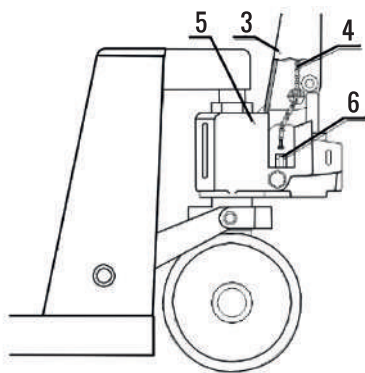
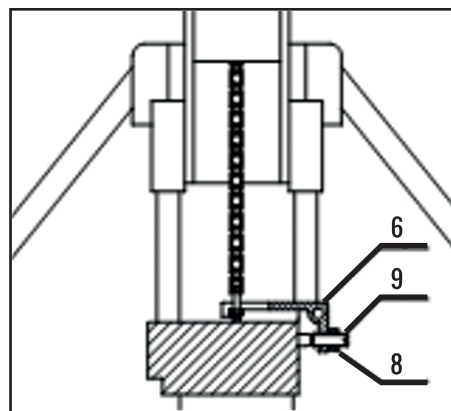

Fig.2
Fig. 4
3.4 Introduzca la cadena 4 de la palanca a través del orificio central del eje del perno 1. Revise la Fig.2.
3.5 Coloque el tornillo y la tuerca al final de la cadena 4 en la ranura de la placa de la palanca 6. Revise las Fig.2 y Fig.4.